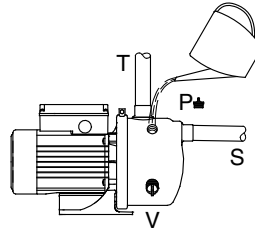

Рис. 1 Эжекторный клапан
Эжекторный клапан, поставляемый вместе с насосом, не предустановлен и должен монтироваться уже на месте эксплуатации. Демонтировать пробку (V) сливного отверстия, см. рис. 1, и вернуть эжекторный клапан в отверстие.